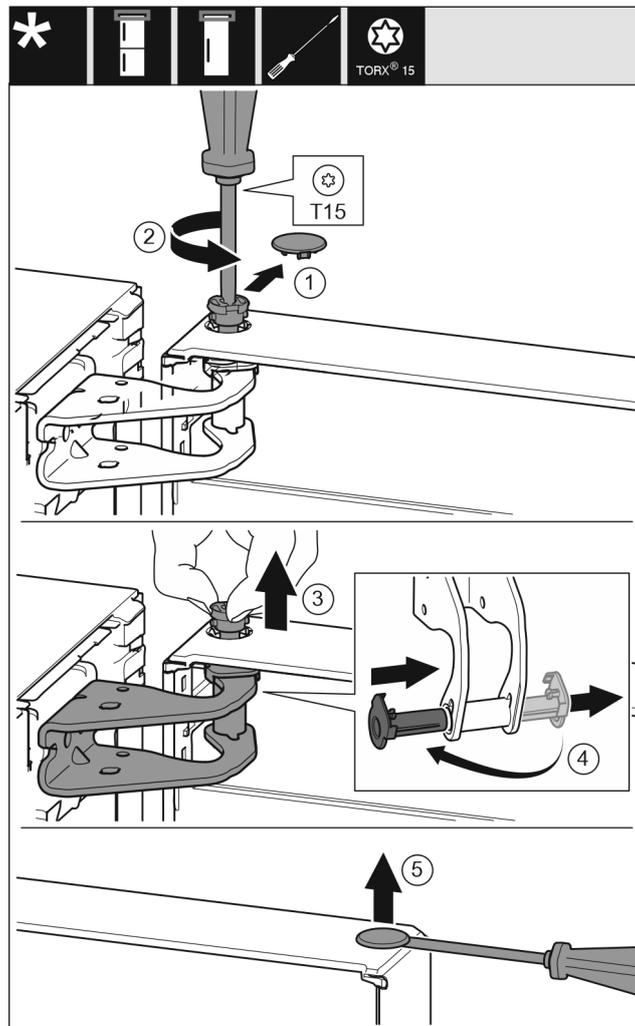

Fig. 11
- ▶ Enlever délicatement le cache de sécurité. Fig. 11 (1)
- ▶ Dévisser légèrement le boulon avec un tournevis T15. Fig. 11 (2)
- ▶ Tenir fermement la porte et sortir le boulon avec les doigts. Fig. 11 (3)
- ▶ Tirer la douille de palier en dehors du guide. La mettre de l'autre côté et l'enclencher. Fig. 11 (4)
- ▶ Soulever délicatement le bouchon en dehors de la douille de palier de porte avec un tournevis plat et le sortir. Fig. 11 (5)